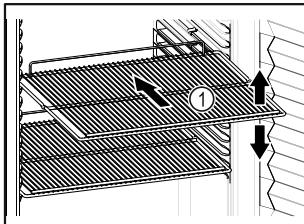

Fig. 62 Representación a modo de ejemplo
- Si los estantes Fig. 62 (1) se pueden mover, ajustarlos según la altura.